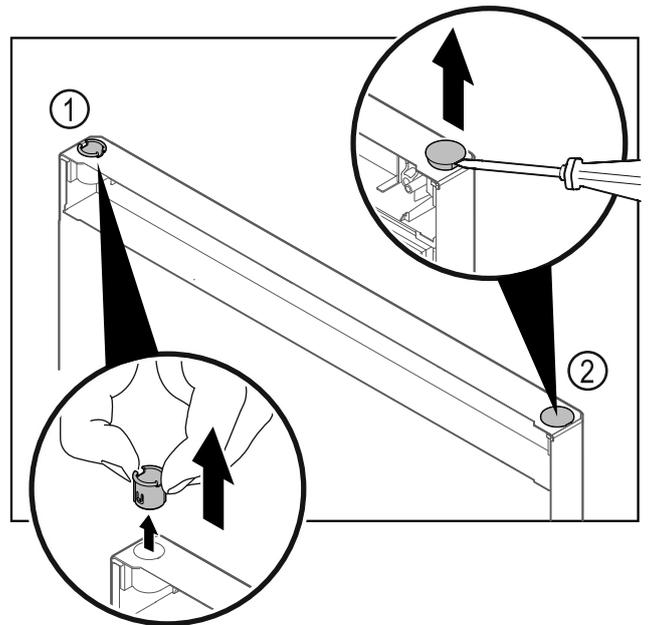

Fig. 30
- ▶ 用手指拔出合页衬套 Fig. 30 (1)。
- ▶ 用带槽螺丝刀小心撬起盖塞 Fig. 30 (2) 并将其拔出。